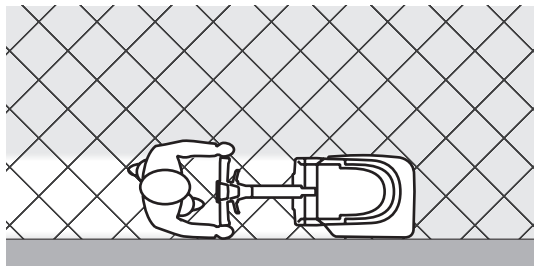

Figure 3
6. Manœuvrer la machine avec les mains sur les poignées (6) et entamer le travail de lavage/séchage du sol.
*Les poignées (6) sont munies d'un capteur pour le démarrage de la brosse et de la solution à condition que l'opérateur garde au moins une main sur une poignée.*
8. Pour ramasser les débris de moyenne/grande dimension, soulever l'embouchure avant en poussant sur le levier (7). Pour garder constamment l'embouchure avant soulevée, pousser sur le levier (7) et le bloquer avec la touche (9A).
9. Au besoin, pour utiliser et maintenir l'inclinaison du guidon libre, pousser sur le levier (8) et le bloquer avec la touche (9B).
*Pour débloquer la fonction des touches (9A, 9B) et retourner avec l'embouchure avant abaissée ou le guidon en position fixe, pousser brièvement sur le levier de l'embouchure (7) ou le levier d'inclinaison du guidon (8).*
10. Si le sol est souillé par une saleté particulièrement résistante, on peut augmenter la pression de la brosse sur le sol en tournant la poignée (19) dans le sens contraire des aiguilles d'une montre. Tourner la poignée (19) dans le sens des aiguilles d'une montre pour diminuer la pression.
*Pour un lavage / séchage correct du sol près du mur, Clarke recommande d'approcher le côté droit de la machine, comme illustré sur la figure 3.*